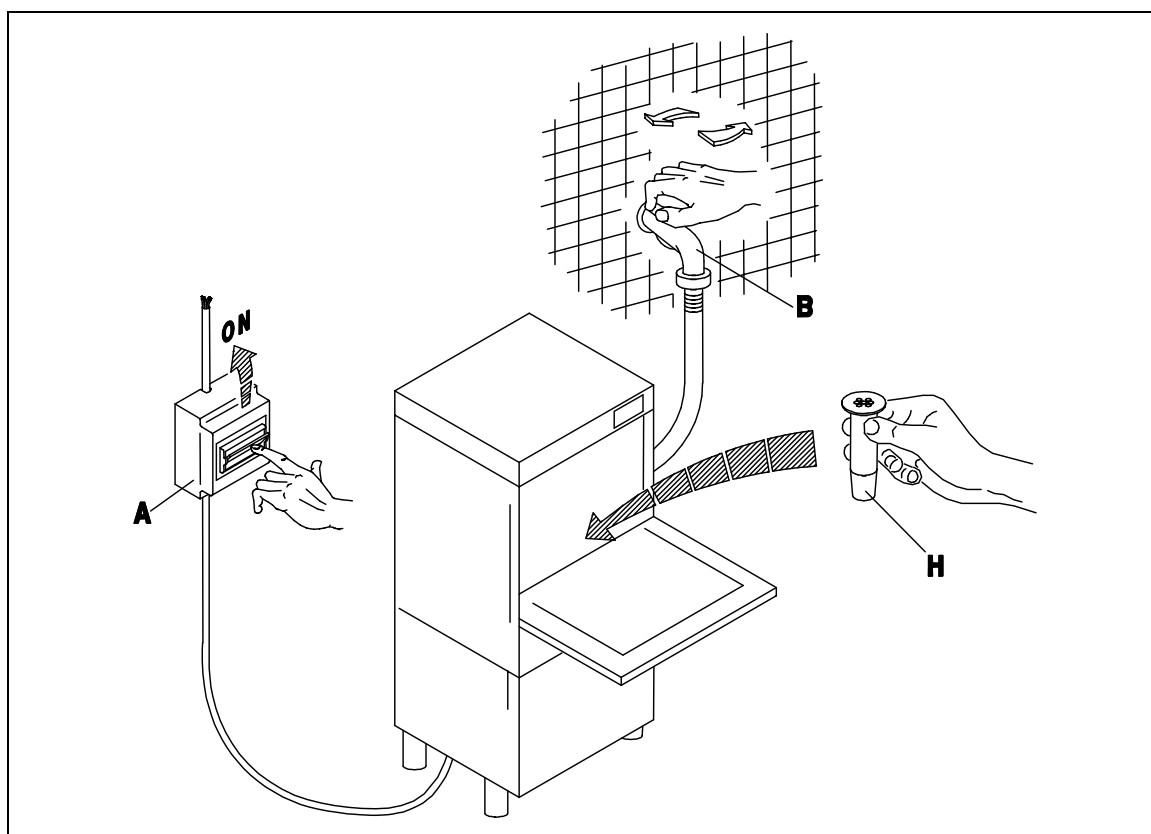

Fig. 3-1
- Aprire il rubinetto dell'acqua (B), inserire l'interruttore generale (A). Attivare l'interruttore principale dell'apparecchio (1), ne conseguirà l'accensione della spia (A) evidenziando che la macchina è sottoposta a tensione. A porta chiusa l'apparecchio si riempie d'acqua e alla fine del carico, si inseriscono automaticamente le resistenze della vasca e del boiler. Il funzionamento delle resistenze è reso visibile dall'accensione delle spie (D) ed (E). Quando entrambe le spie si spengono l'acqua avrà raggiunto le temperature impostate e l'apparecchio sarà pronto per iniziare il lavaggio. (fig. 3-1÷3-2)
- Turn on the water tap (B) and switch on the master switch (A). Turn the appliance ON switch (1), which will cause the warning light (A) to illuminate, indicating that the machine is live. When the door is closed the appliance fills with water. When it is full, the tub and boiler heating elements come on automatically. When the elements are activated, the warning lights (D) and (E) are illuminated. When both warning lights go out the water has reached the set temperature and the appliance is ready to begin the washing cycle. (fig. 3-1÷3-2)
- Öffnen Sie den Wasserhahn (B) und betätigen Sie den Hauptschalter (A). Beim Betätigen des Schalters (1) am Gläserspüler wird die Anzeige (A) aufleuchten, an der Sie erkennen können, daß die Maschine unter Spannung steht. Bei geschlossener Tür läuft Wasser in die Maschine; ist die nötige Wassermenge einmal erreicht, so schalten die Widerstände des Spülbehälter und des Boilers automatisch ein. Der Betrieb der Widerstände wird durch das Aufleuchten der Anzeigen (D) und (E) erkennbar. Beide Leuchtanzeigen erlöschen, wenn das Wasser eine vorbestimmte Temperatur erreicht hat, d. h. wenn der Gläserspüler betriebsbereit ist. (fig. 3-1÷3-2)
- Ouvrir le robinet (B) et insérer l'interrupteur général (A). Ouvrir l'interrupteur principal de l'appareil (1), le voyant (A) s'allumera ce qui signifie que la machine est branchée. L'appareil se remplit d'eau avec porte fermée et à la fin du chargement les éléments chauffants de la cuve et du boiler entrent automatiquement en action. Les voyants (D) et (E) s'allument quand les éléments chauffants fonctionnent. Les deux voyants s'éteignent dès que l'eau a atteint la température programmée et l'appareil est prêt pour commencer le lavage. (fig. 3-1÷3-2)
- Abrir el grifo del agua (B), conectar el interruptor general (A). Activar el interruptor principal del aparato (1); el encendido de la luz testigo (A) indica que la máquina está en tensión. Con puerta cerrada el aparato se llena de agua y cuando la carga esté terminada se conectarán automáticamente las resistencias del tanque y de la caldera. El funcionamiento de las resistencias es señalado por el encendido de las luces indicadoras (D) y (E). Cuando ambas luces se apaguen, el agua habrá alcanzado la temperatura programada y el aparato estará listo para empezar el lavado. (fig. 3-1÷3-2)
- A riempimento avvenuto, aprire la porta (I) e introdurre il detersivo (ca. 2 gr. per litro di capacità della vasca). Inserire il cesto (L) carico e chiudere la porta (I). Selezionare il ciclo di lavaggio inserendo il pulsante (4) ciclo breve ( tasto premuto ) ÷ ciclo lungo ( tasto rilasciato ). A questo punto premere il pulsante START (3) (almeno per 2 secondi) e avrà inizio il ciclo di lavoro visualizzato dalla lampada spia (C): la fine del ciclo coincide con lo spegnimento di questa spia. Per spegnere la macchina si dovrà disinserire l'interruttore (1) portandolo nella posizione (0) spia (A) spenta. (Fig.3-1÷3-3).
**N.B.:** *E' consigliato avviare il ciclo di lavoro quando entrambe le spie delle resistenze, boiler (D) e vasca (E), si spengono, come indicato al punto 3.1 Messa in funzione.*
- Lorsque le remplissage est terminé, ouvrir la porte (I) et verser le détersif (environ 2 g pour chaque litre remplissant la cuve). Introduire le panier (L) plein et fermer la porte (I). Sélectionner ensuite le cycle de lavage en actionnant le bouton-poussoir (4) cycle court ( touche enfoncée ) ÷ cycle long ( touche relâchée ). A ce stade, presser le bouton-poussoir START (3) (au moins 2 secondes) et le cycle de fonctionnement commencera, visualisé par la lampe-témoin (C). La fin du cycle coïncide avec l'extinction de ce voyant. Pour arrêter la machine, il faudra débrancher l'interrupteur (1) en le ramenant sur la position (0): lampe-témoin (A). (Fig.3-1÷3-3).
**N.B.:** *Nous conseillons de faire démarrer le cycle d'usinage quand les deux voyants des éléments chauffants du boiler (D) et de la cuve (E) s'éteindront comme indiqué au point 3.1 Démarrage.*
- Después del llenado, abra la puerta (I) y vierta el detergente (2 gramos aproximadamente por litro de capacidad de la cuba). Introduzca el cesto (L) carga y cierre la puerta (I). Seleccione el ciclo de lavado por medio del selector (4) ciclo breve ( tecla pulsada ) ÷ ciclo largo ( tecla soltada ). Pulse ahora START (3) (almenos durante 2 segundos) para arrancar el ciclo de trabajo: se enciende la luz testigo (C), que se apagará al final del ciclo. Para apagar la máquina desconecte el interruptor (1) posición 0, luz testigo (A) apagada. (Fig.3-1÷3-3).
**N.B.:** Le aconsejamos que arranque el ciclo de trabajo cuando las dos luces indicadoras de las resistencias del hervidor (D) y de la cuba (E) se apaguen (véase 3.1 Puesta en funcionamiento).